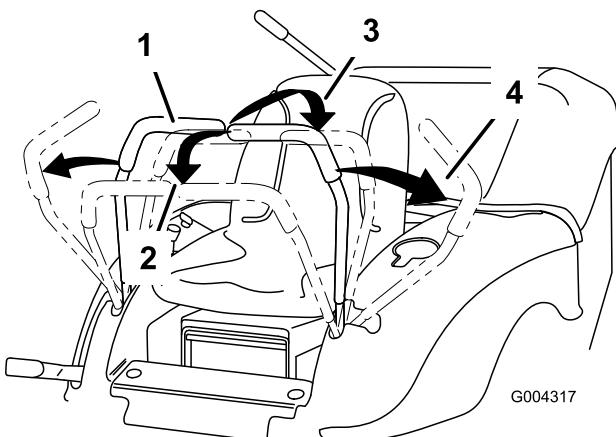

Figura 13
2. Para ir hacia adelante, empuje lentamente las palancas de control de movimiento hacia adelante (Figura 13).
Para ir recto, aplique la misma presión a ambas palancas de control de movimiento (Figura 13).
Para girar, deje de empujar la palanca de control de movimiento del lado al que desea girar (Figura 13).
2. Para ir hacia atrás, tire lentamente de las palancas de control de movimiento hacia atrás (Figura 13).
- Para ir recto, aplique la misma presión a ambas palancas de control de movimiento (Figura 13).